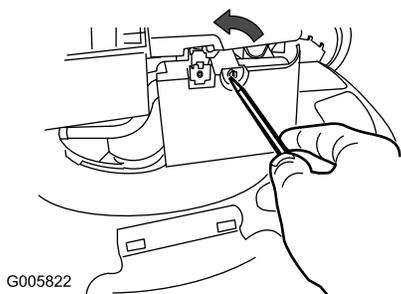

Рисунок 15
1. Используя отвертку, откройте крышку воздушного фильтра (Рисунок 15).